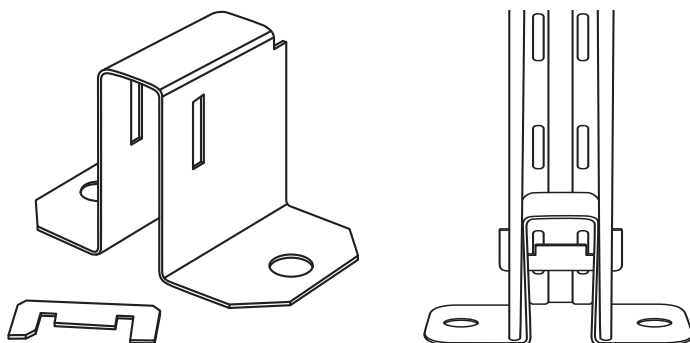

Рис. 22. Подпятник для крепления к полу.
1) Крепление к полу с помощью подпятников ТСУ в комплекте со скобой. Данный элемент необходим для крепления стеллажа ТСУ к полу и предотвращения нежелательного перемещения. Установка подпятника в стойку производится без применения крепежа. Подпятник устанавливается в основание стойки ТСУ и фиксируется скобой через перфорацию в стойке и подпятнике (рис. 22).